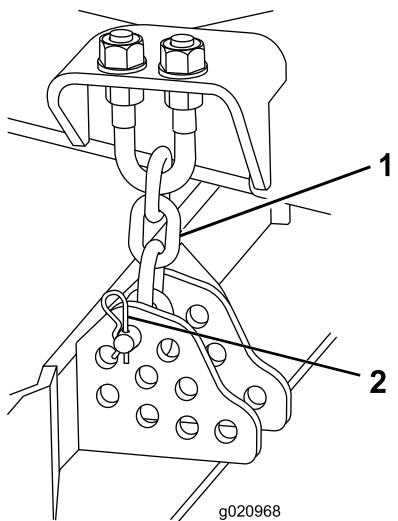

Figura 17
- Retire o perno de gancho e pino de segurança que fixam as correntes da altura de corte à traseira da plataforma do cortador (Figura 17).